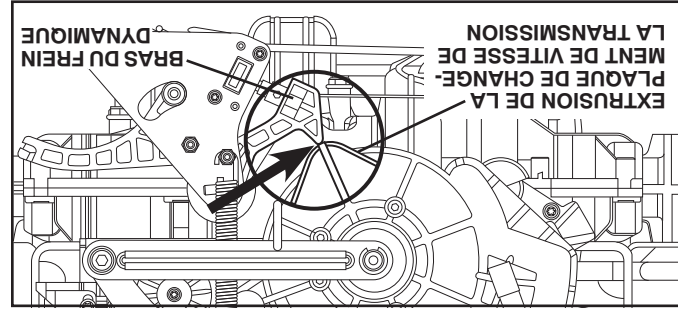

Fig. 36
- Déplacez la plaque de changement de vitesse sur la partie avant de la transmission pour que la ligne de centre de la zone extrudée soit alignée sur le bras de frein dynamique. (Voir La Fig. 36.)